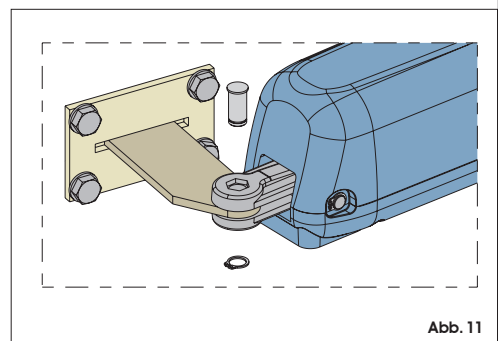

Abb. 11
- 8) Den Antrieb am hinteren Bügel mit Hilfe der im Lieferumfang enthaltenen Stifte befestigen, siehe Abb. 11.